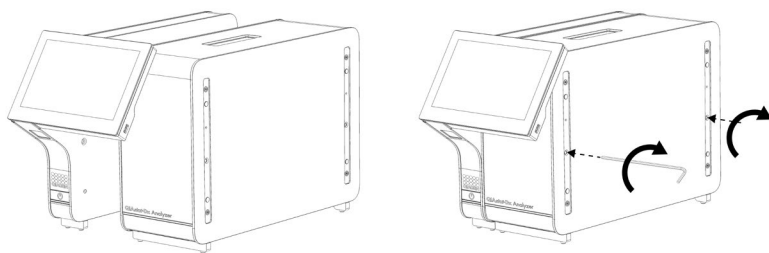

图 6. 将运行模块连接到分析模块。
3. 将运行模块从包装箱中取出，然后将其连接到分析模块的左侧。使用 QIAstat-Dx Analyzer 1.0 自带的分析-操作模块装配工具拧紧螺丝（图 6）。